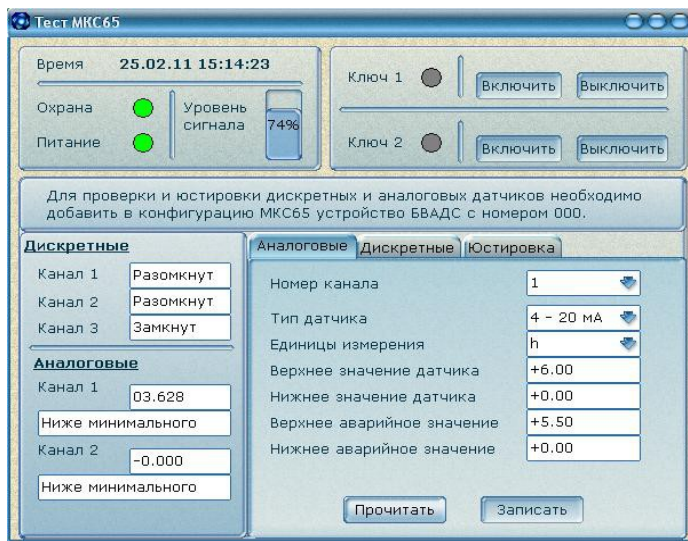

Рисунок 12
6.1.12 Для изменения уставок аналоговых и дискретных датчиков нажать кнопку «Тест МКС65». В открывшемся окне (рисунок 12) можно увидеть текущее состояние входа охранного датчика, состояние питания, уровень сигнала сотовой сети, кнопки для работы с выходными ключами МКС65, текущие состояния аналоговых и дискретных датчиков, а также вкладки для работы с уставками и юстировки.